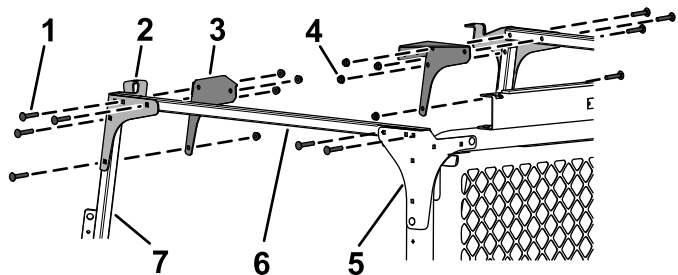

Figura 35
8. Sujete provisionalmente los tubos de enlace transversal a los soportes traseros y a las chapas de unión traseras con 4 pernos de cuello cuadrado (5/16" x 1¾") y 4 tuercas con arandela prensada (5/16"), como se muestra en Figura 35.
9. Instale provisionalmente los soportes delanteros y las chapas de unión delanteras a los tubos de enlace transversal y a los montantes del parabrisas con 8 pernos de cuello cuadrado (5/16" x 1¾") y 8 tuercas con arandela prensada (5/16"), como se muestra en Figura 35.